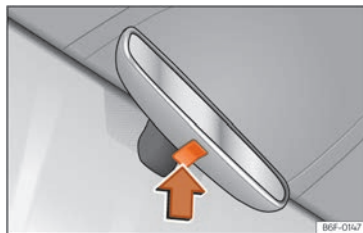

Fig. 77 Retrovisor antienlluernament manual.
- Per enfosquir el retrovisor, premeu la tecla del mirall cap amunt »» fig. 77 (fletxa).